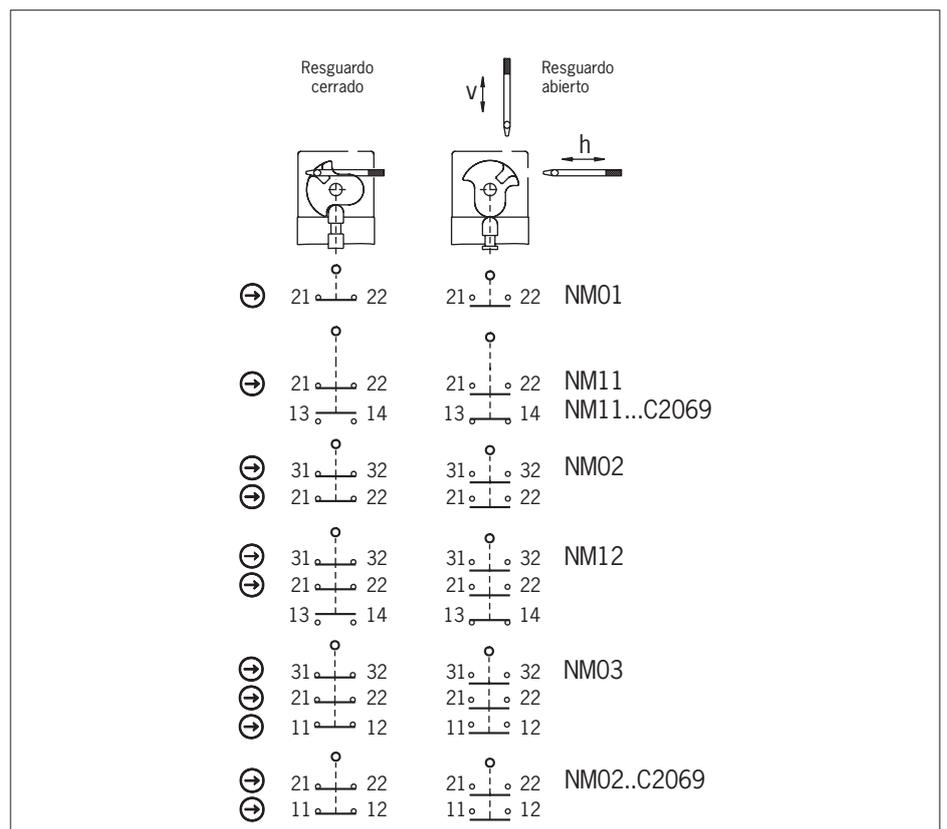

Fig. 3: Elementos interruptores y funciones de conmutación
Debe usarse como mínimo un contacto  $\rightarrow$ . Este señala la posición del resguardo (para la asignación de contactos, consulte la Fig. 3).
3. Apriete las conexiones y bornes con 0,5 Nm (para la asignación de contactos, consulte la Fig. 3).